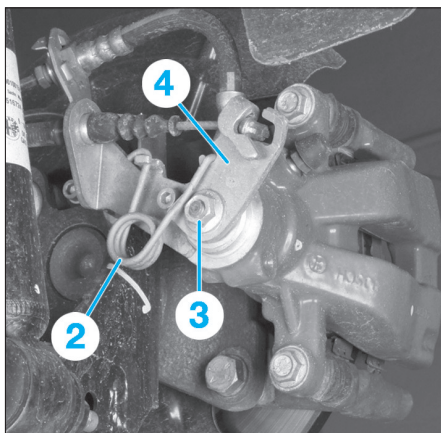

Fig. 12
-  S'il est impossible de déposer l'étrier de frein, désolidariser le câble de frein à main de l'étrier. Pour cela (Fig.12) :
- A l'aide d'une pince, déposer le ressort (2).
- Déposer l'écrou (3).
- Déposer le levier (4).